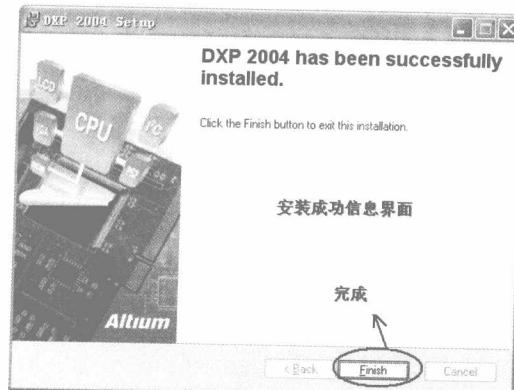

图 1-3-8 安装成功信息提示对话框
⑦ 文件复制完后，将自动显示安装成功信息提示对话框，如图 1-3-8 所示，单击完成按钮，Protel 2004 就安装好了。